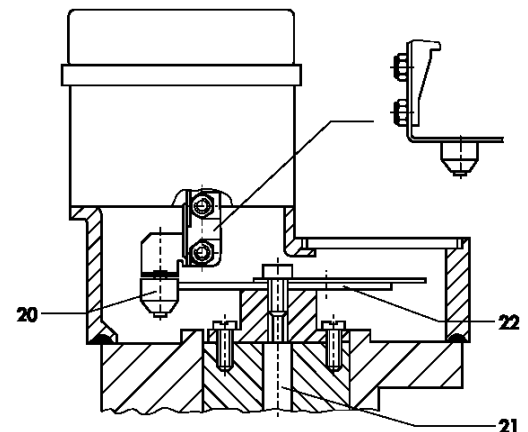

Рис.8 • Передача вращательного движения на позиционер
В прямоходных клапанах величина рабочего хода, а, следовательно, и положение клапана передается через штифт (1.1) на следящий рычаг путевого перемещения (1), что определяет усилие измерительной пружины (4). При установке позиционера на поворотной арматуре, на передней части рычага (1) закрепляется контактный ролик (20), см. рис.8. Вращательное движение вала поворотного привода (21) посредством механизма кулачкового диска (22) и контактного ролика (20) преобразуется в прямолинейное движение, необходимое для нормальной работы управляющей пневматической системы позиционера.